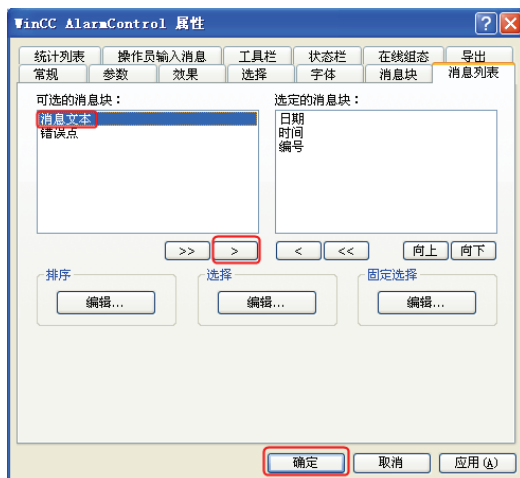

图 6-30 添加消息行元素
2) 双击“WinCC AlarmControl”控件, 弹出控件属性, 选中“消息列表”选项卡, 接着选中“消息文本”和“错误点”, 再单击“添加”按钮 , 如图 6-30 所示, 这样“消息文本”和“错误点”就会添加到消息行, 就可以显示了。